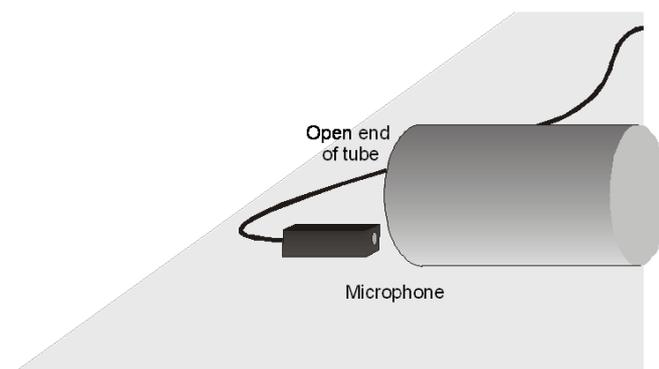

Figura 9: Detalhe da montagem.
5. Coloque o microfone o mais próximo possível da extremidade aberta do tubo, como mostra a Figura 9. Posicione de maneira que ele possa detectar o som inicial e o eco que volta após percorrer toda a extensão do tubo.